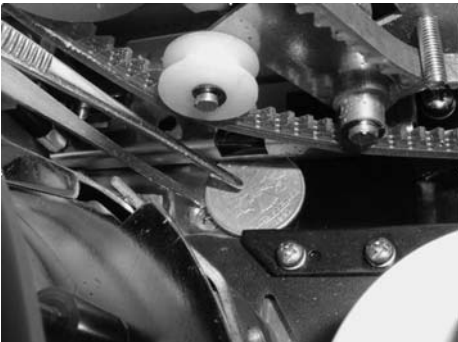

Abbildung 5
- ziehen Sie die steckengebliebenen Münze aus (Abb. 5)